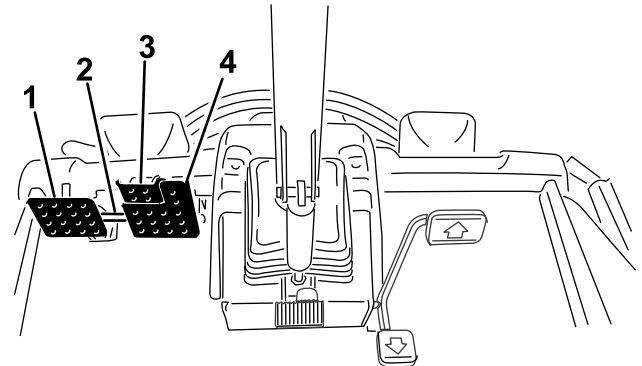

Figura 28
- Scollegate il fermo di bloccaggio dei pedali (Figura 28).